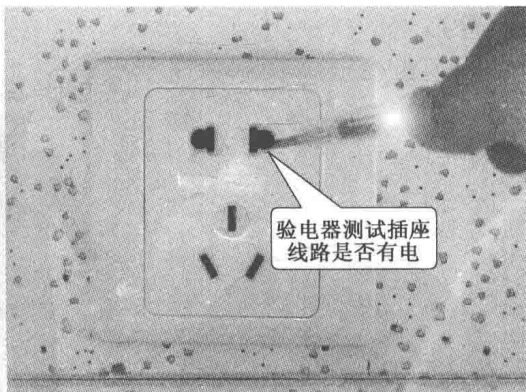

图 1-4 验电器测试用电线路是否有电
④用验电器测试用电线路是否有电。电工人员在检修操作前,用电线路在未经验电器测试无电之前,不可用手触摸,也不可绝对相信绝缘体,应将其视为有电操作。为了安全,在检修操作前要使用验电器测试用电线路是否有电,如图 1-4 所示。